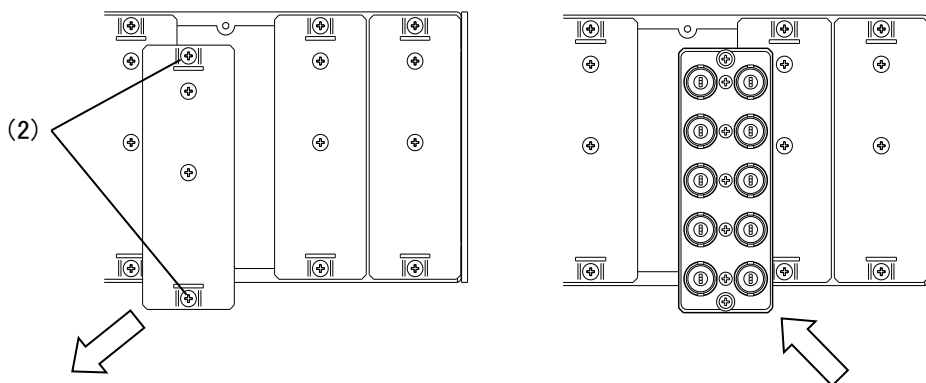

図 4-2 コネクターモジュールの取り付け
- (2) 電源ユニットの電源スイッチを OFF にします。安全のため電源ケーブルを抜きます。
- (3) コネクターモジュールを取り付けます。
コネクターモジュールを取り付けるスロットの図 4-2 (3) のネジを外し、ブランクカバーを取り外します。